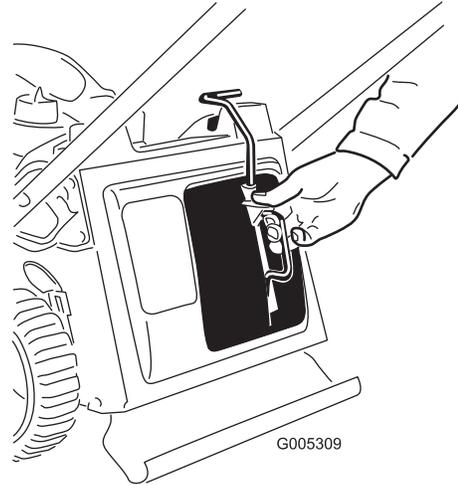

Bild 28
1. Nehmen Sie den Mulchverschluss ab (Bild 28).